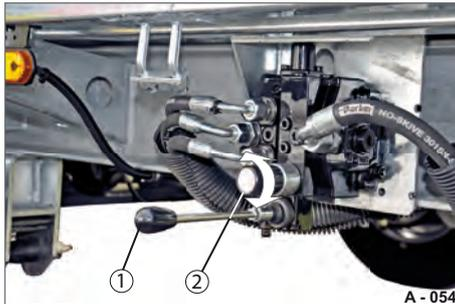

Abb. 86 Bedienstelle
- ▶ Druck am Druckregulierer (Abb. 86/2) einstellen.
- ▶ Hebel (Abb. 86/1) betätigen, bis die richtige Spurweite eingestellt ist.